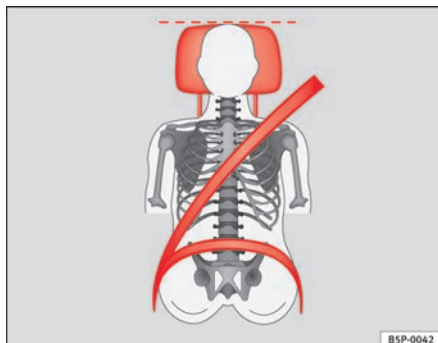
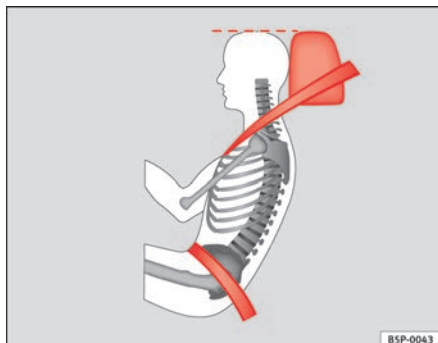

Abb. 3 Richtig eingestellte Kopfstütze von vorne betrachtet
Abb. 4 Richtig eingestellte Kopfstütze von der Seite betrachtet
- Stellen Sie die Kopfstützen so ein, dass sich die Oberkante der Kopfstütze möglichst auf einer Linie mit dem oberen Teil Ihres Kopfes bzw. mindestens auf Augenhöhe befindet ⇒ **Abb. 3** und ⇒ **Abb. 4**.